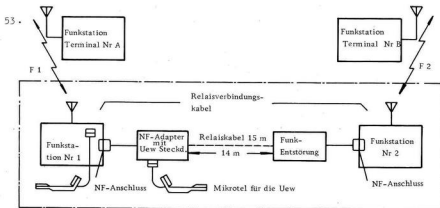

Fig 15: Relaisverkehr
52. Die Zusammenschaltung hat gem Fig 15 zu erfolgen, wobei zu beachten ist, dass die zur Verfügung stehende Länge des Relais-Kabels voll ausgenützt wird, das heisst der Abstand beider Funkstationen bzw deren Antennen soll maximal gross sein.